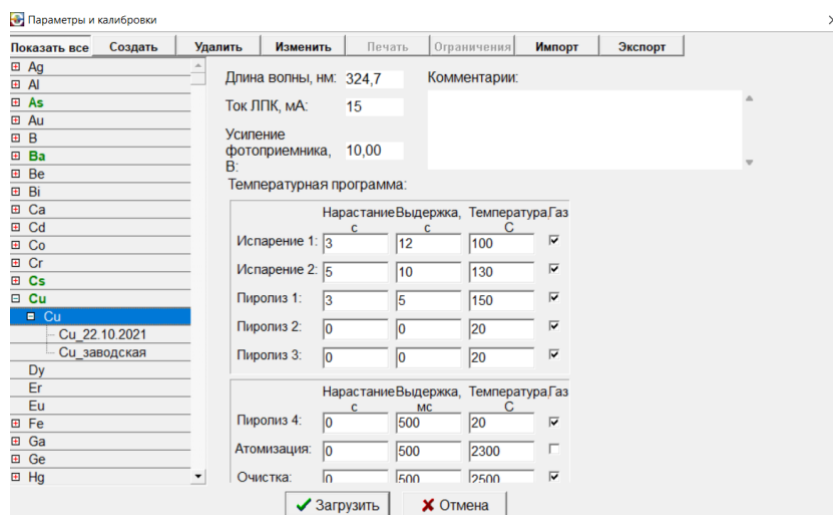
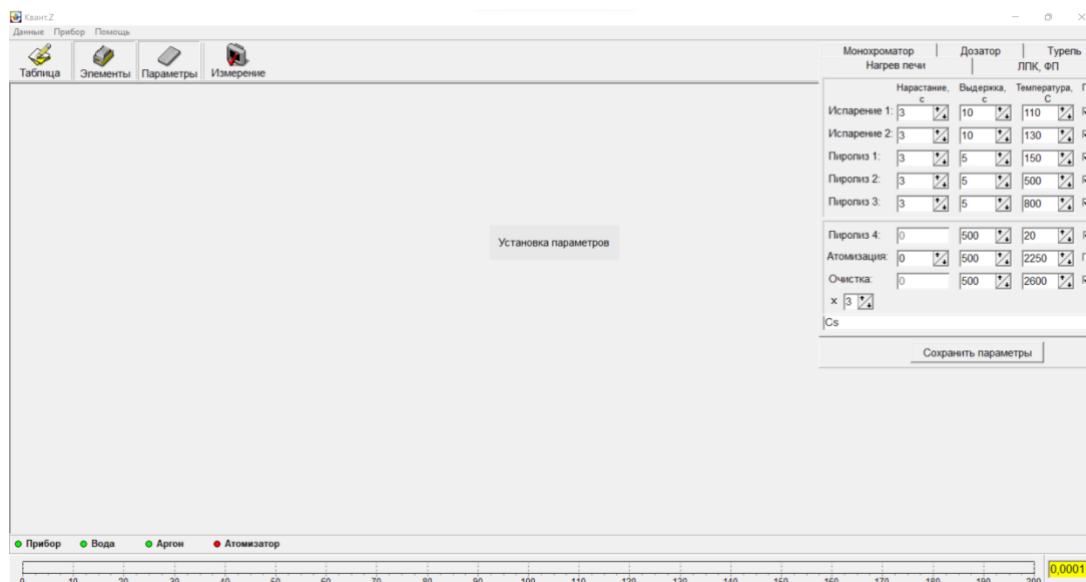

Рис. 13П – Окно «Методики и калибровки» с базовой методикой «Cu»
Рис. 14П – Установка параметров методики
- 3.4.1** Откройте базовую методику на определяемый элемент, например, для меди откройте методику «Cu». Появится окно «Методики и калибровки» (Рис. 13П) с параметрами этой методики.
- 3.4.2** Кликните по кнопке «Загрузить» в окне «Методики и калибровки» (Рис. 13П). Начнётся загрузка параметров методики. При этом в главном окне программы (Рис. 1П) появится сообщение «Установка параметров» (Рис. 14П), которое исчезнет после установки параметров, через несколько секунд.
3.6.5 Медленно вращая винт эксцентрика добейтесь, чтобы срез наконечника располагался на перпендикуляре к оптической (продольной) оси, проведенном через центр дозирующего отверстия, как это показано на рис. 14. **Если вы будете вращать другой винт возможно нарушение работоспособности дозатора!**